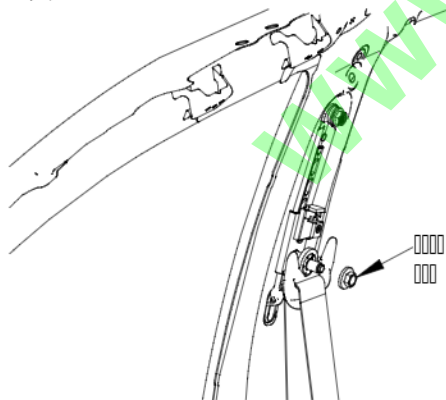

图 1-2
5、将 B 柱上护板拆除, 然后拆卸调节器连接螺母, 拆下导向件。螺母拧紧力矩 $42\text{N}\cdot\text{m}$ (图 1-2)。